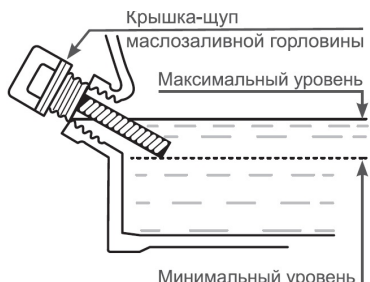

Рис. 13. Уровень масла в картере двигателя
4. Установите крышку-щуп в отверстие горловины, не закручивая (Рис. 13).
Максимальный уровень масла в картере соответствует нижней кромке заливного отверстия (Рис. 13).
ливного отверстия (Рис. 13).